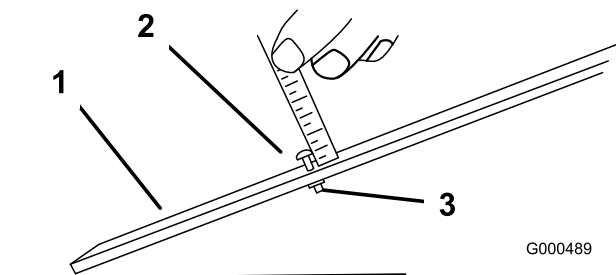

Figura 42
3. Afloje la tuerca de la barra de ajuste (Figura 42) y ajuste el tornillo para la altura de corte deseada. La distancia entre la parte inferior de la cabeza del tornillo y la cara de la barra es la altura de corte.